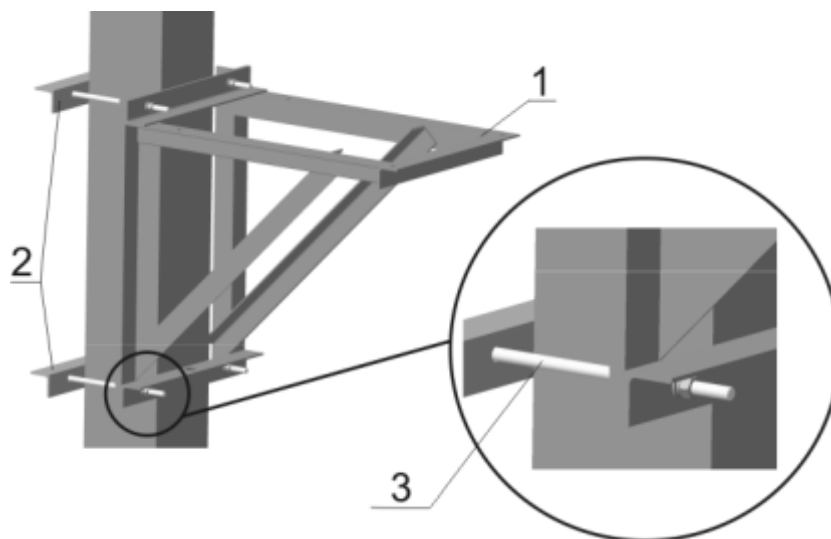

Рисунок 14
- ✓ Поднять раму-основание (поз.1 рис. 14) на проектную высоту и закрепить ее с помощью 2-х крепежных уголков ИЮУР 745222.133 (поз.2 рис. 14) и 4-х монтажных шпилек ИЮУР 711111.006 (поз.3 рис 14), входящих в монтажный комплект. Затяжку гаек производить поочередно, избегая перекоса конструкции. Крепежные уголки должны располагаться на противоположной стороне опоры относительно рамы-основания. Шпильки должны проходить по бокам опоры на равноудаленном расстоянии от нее (рис. 2. Приложения 1)